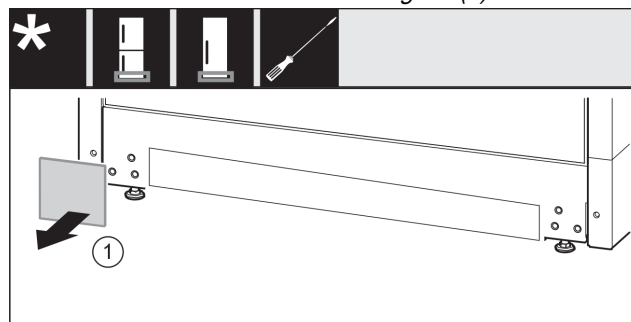

Fig. 24
- ▶ Ta av dekkelet. Fig. 24 (1)